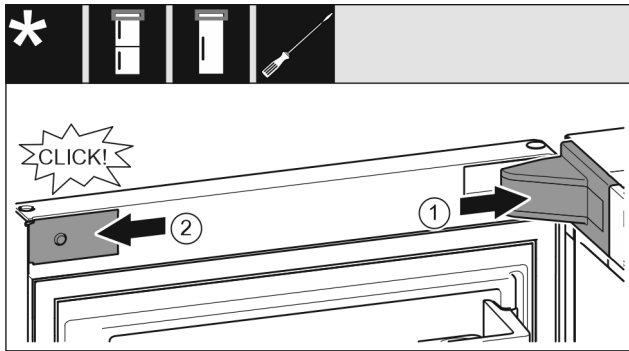

Fig. 20
- ▶ Lagerbockabdeckung Fig. 20 (1) aufsetzen und einrasten, ggf. vorsichtig auseinanderdrücken.
- ▶ Blende Fig. 20 (2) seitlich ansetzen und einrasten.